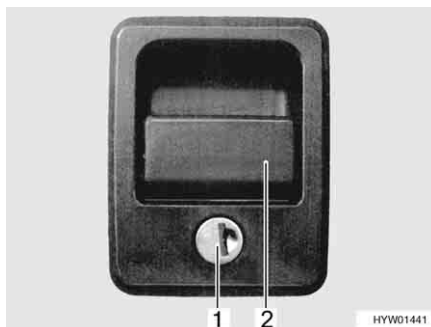

Fig. 25 Serratura dello sportello con impugnatura
- Inserire la chiave nel cilindro della serratura (Fig. 25,1) e ruotare di un quarto di giro. La serratura dello sportello è sbloccata.
- Tirare la maniglia della serratura (Fig. 25,2). In questo modo si apre lo sportello esterno.